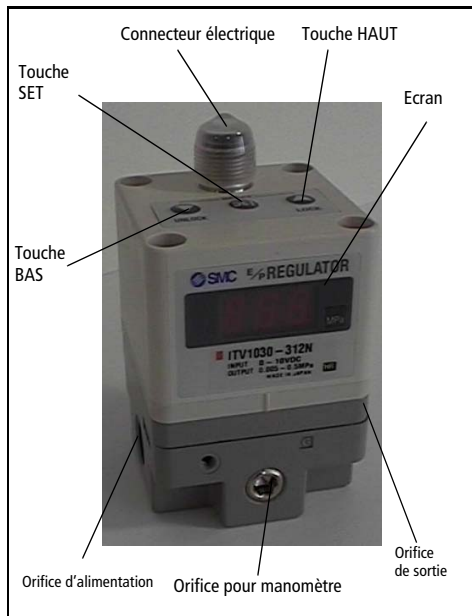

Fig 1
- Pour régler la pression mini (L'écran affiche F-1), utilisez les touches Haut/Bas (Fig 1). Pressez la touche SET (Fig 1) pour valider le réglage.
- Pour régler la pression maxi (L'écran affiche F-2), utilisez les touches Haut/Bas (Fig 1). Pressez la touche SET (Fig 1) pour valider le réglage.
- Pour régler la sortie 1 (L'écran affiche P 1), utilisez les touches Haut/Bas (Fig 1). Pressez la touche SET (Fig 1) pour valider le réglage.
- Pour régler la sortie 2 (L'écran affiche P-2), utilisez les touches Haut/Bas (Fig 1). Pressez la touche SET (Fig 1) pour valider le réglage.
Les touches sont bloquées après avoir connecté la source de courant, et ne peuvent pas être utilisées. L'écran affiche 'Loc' (Fig 1) en pressant les touches.
- 1) Pressez 'Bas' (Fig 1) durant plus de 2 secondes.
- 3) Pressez la touche 'set' (Fig 1) pour débloquent les touches.
Note: Pour annuler, pressez la touche 'Haut' (Fig 1).
- 1) Pressez 'Haut' (Fig 1) durant plus de 2 secondes.
- 3) Pressez la touche 'Set' (Fig 1) pour bloquer les touches.
Note: Pour annuler, pressez la touche 'Bas' (Fig 1).
Si une anomalie est détectée par l'ITV1000, l'écran (Fig 1) affiche 'Er' + un numéro de code. Isoler l'alimentation, résolvez le problème et remettez sous tension.
Pressez les touches Bas et Haut (Fig 1) ensemble durant plus de 3 secondes. L'écran affiche 'RES'. Débloquez les touches pour remettre les pressions mini, maxi et les sorties P1 et P2 aux conditions initiales.
Note: Si le courant de charge excède 30 mA, le capteur l'indique à l'aide de l'écran (Fig 1) et il affiche 'Er 5'